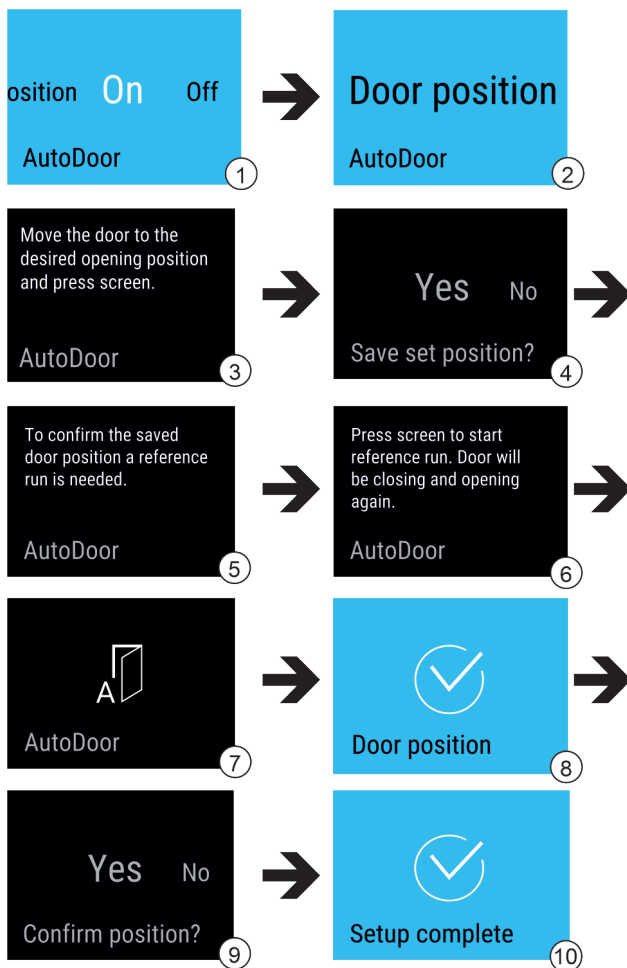

Fig. 14
- ▶ Zvolte funkci AutoDoor. Fig. 14 (1)
- ▶ Přejedte zobrazení na displeji, až se objeví Door position. Fig. 14 (2)
- ▶ Nakonfigurujte úhel otevření dveří: Otevřete dveře alespoň na 70°. Fig. 14 (3)
- ▶ Potvrďte úhel otevření dveří: Klepněte na hlášení na displeji. Fig. 14 (4)
- ▶ Spustíte referenční běh: Klepněte na displej. Fig. 14 (6)
- ▷ Displej bliká. Fig. 14 (7)
- ▷ Referenční běh je úspěšný: Displej na 2 sekundy zmodrá. Fig. 14 (8)
- ▶ Potvrďte úhel otevření dveří. Fig. 14 (9)
- ▷ Displej zmodrá. Fig. 14 (10)